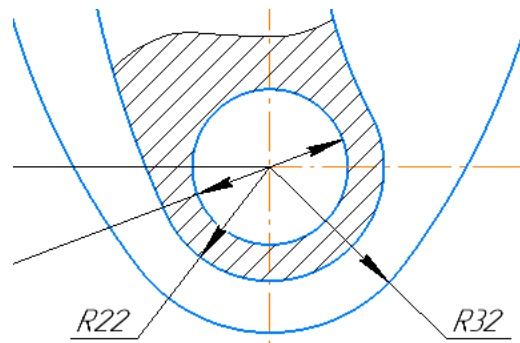

Рисунок 4.6 – Штриховка певного фрагменту
– заштриховуємо необхідний фрагмент області (рис. 4.6).